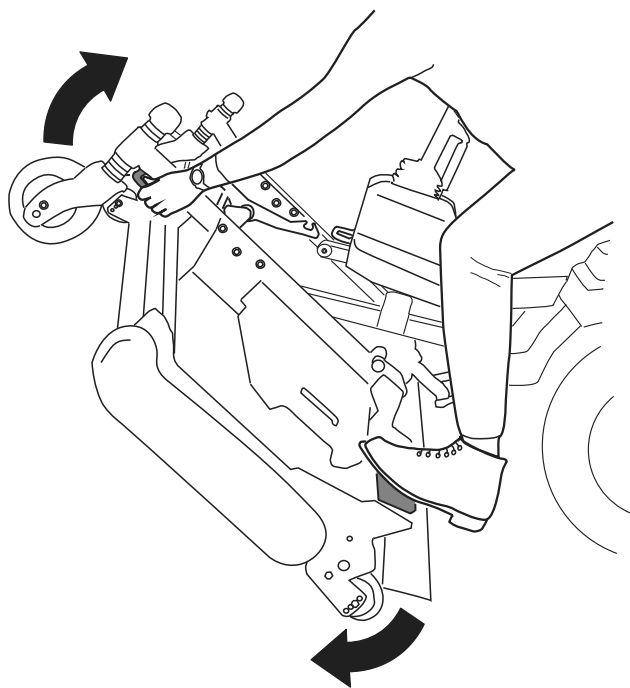
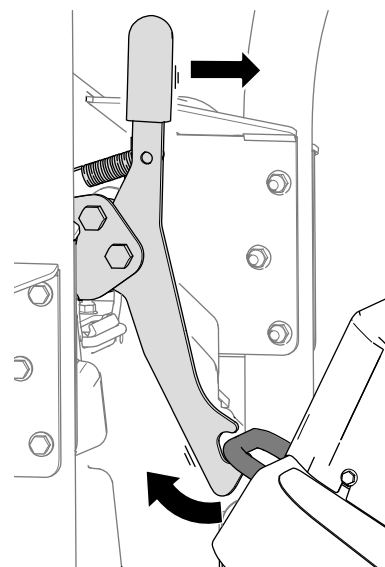
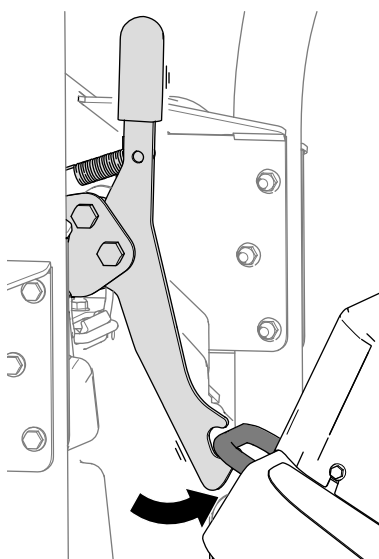

Figura 35
Figura 37
Figura 36
5. Ruotate l'apparato di taglio (Figura 35) in modo tale che il fermo si inserisca nella staffa di ancoraggio (Figura 36).
1. Rilasciate il fermo dell'apparato di taglio dalla staffa di ancoraggio (Figura 37) ruotando l'apparato di taglio leggermente in avanti (fate riferimento a Figura 35) e spingendo la maniglia del fermo in avanti.